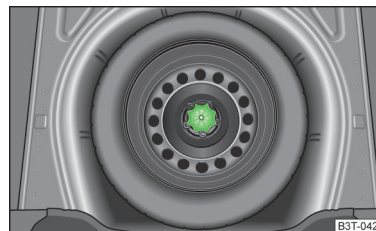

Fig. 143
La ruota è disposta in una conca sotto il rivestimento del pianale del bagagliaio ed è fissata per mezzo di un dado speciale » fig. 143.
- Svitare il dado » fig. 143 in senso antiorario.
- Avvitare il dado » fig. 143 in senso orario, finché la ruota non è fissata saldamente.